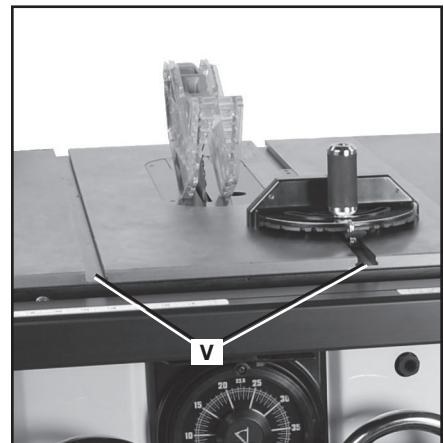

FIG. 17
3. Inserte el extremo de la barra del calibrador de inglete en ambas ranuras del calibrador de inglete (V) del banco (Fig. 17).